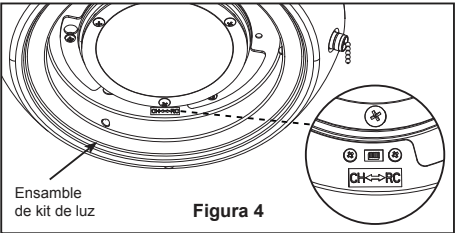

Figura 4
4. Deslice el interruptor a "CH" cuando use el interruptor de cadena del kit de iluminación. Deslice el interruptor a "RC" cuando el ventilador se esté usando con el accesorio de mando a distancia opcional CR500. (Figura 4)